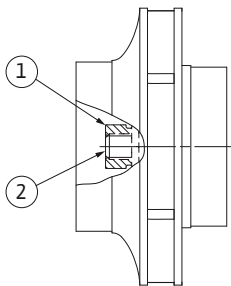

fig.48: Posizione corretta del dado girante dopo il montaggio
29. Tenere fermo l'albero (vedi operazione 24) e serrare il dado girante con la coppia di serraggio prescritta (vedi tab. 2 "Coppie di serraggio delle viti"). Il dado (fig. 48, pos. 1) deve essere circa $\pm 0,5$ mm a filo dell'estremità dell'albero (fig. 48, pos. 2). Se ciò non dovesse accadere, allentare il dado e ripetere le operazioni da 25 a 29.